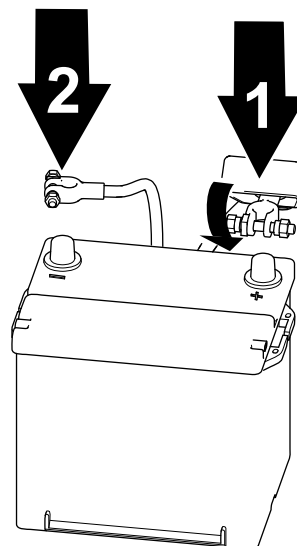

Figura 63
2. Levante el aislante y retire el cable positivo del borne de la batería (Figura 63).
1. Conecte el cable positivo a la batería y apriete la tuerca de la abrazadera de la batería (Figura 63).
2. Conecte el cable negativo a la batería y apriete la tuerca de la abrazadera de la batería (Figura 63).